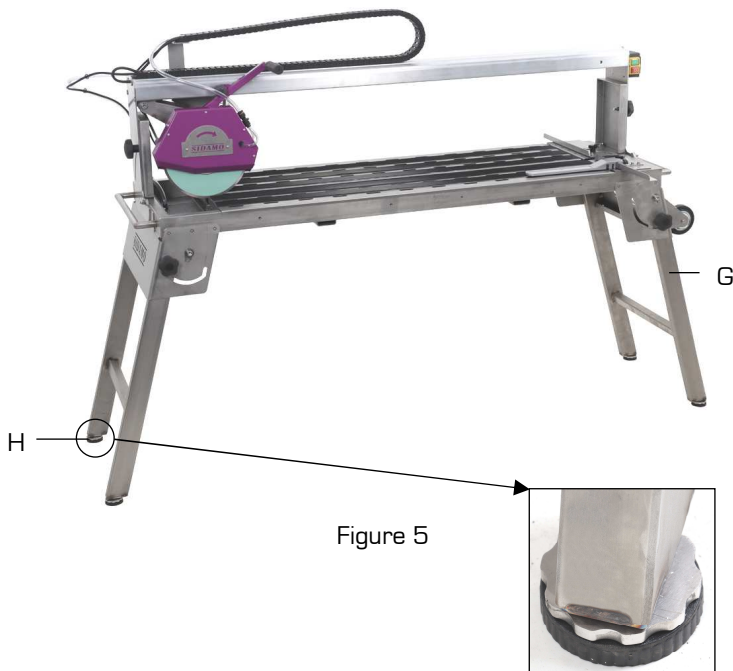

Figure 5
- Déplier le pied côté droit (G fig.5).
Lorsque le pied côté droit (G fig.5) se déplie, s'assurer que les poignées de fixation pied (F fig.4) sont bien descendues pour éviter tout blocage.
- Au moment où le pied côté droit (G fig.5) arrive en position dépliée, enclencher correctement les poignées de fixation pied (F fig.4) avec le pied dans sa position de blocage vertical.
- Tirer le pied côté droit (G fig.5) vers l'extérieur pour assurer la rigidité de l'ensemble.
- Pour s'assurer d'un meilleur positionnement et d'une meilleure stabilité de la machine, régler si besoin la hauteur des pieds en fonction du sol à l'aide des patins (H fig.5).